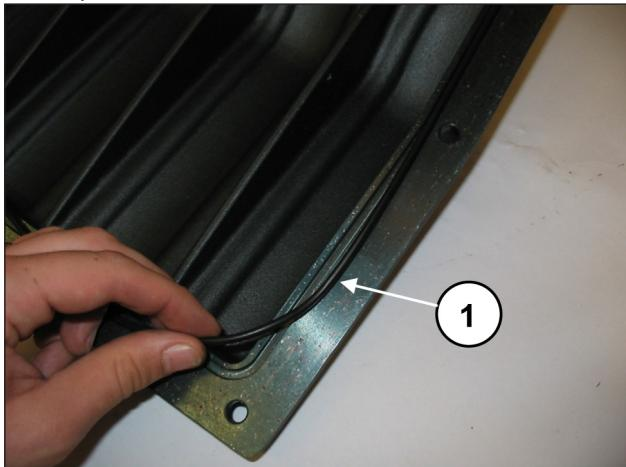
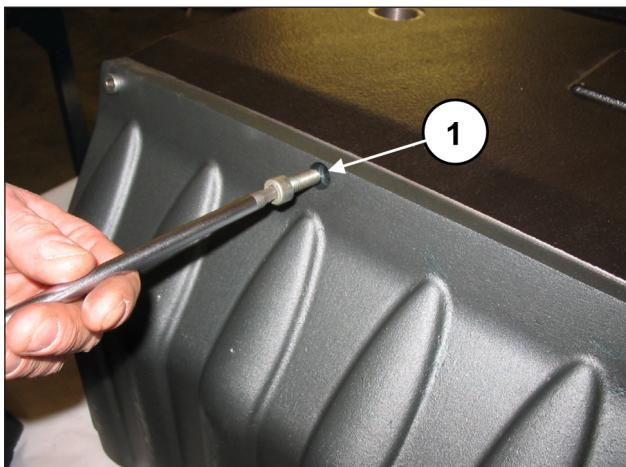

Fig. 91
Fig. 92
Introducir la junta tórica en la tapa trasera (pos. ①, Fig. 91) y fijarla al cárter con 10 tornillos M8x20 (pos. ①, Fig. 92). Ajustar los tornillos con la llave dinamométrica como se indica en el capítulo 3.